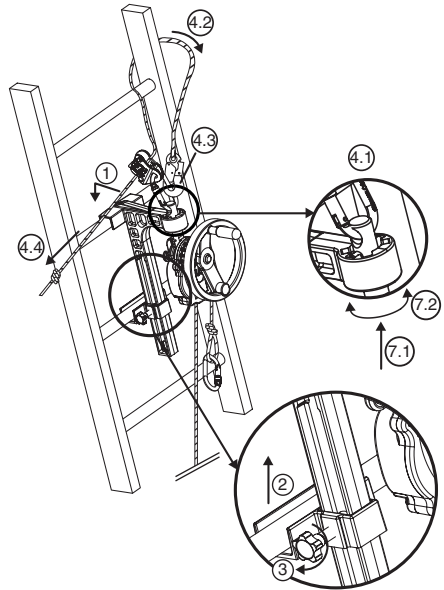

Abb. 6
### 6.3.2. Gerät Derope™ UP B (Abb.6)
1. Den großen verriegelbaren Adapter an der für die Rettung vorgesehenen Stelle über der zu rettenden Person an der Leitersprosse anbringen (Abb.6, 1).
2. Das Sicherungsgleitstück auf die Höhe der Sprosse bringen, die unmittelbar unter der Trägersprosse des großen Adapters liegt (Abb.6, 2).
3. Den Sicherungsbolzen des Gleitstücks mit Hilfe des Rändelknopfs an der Seite des Adapters festziehen (Abb.6, 3).
- Den Karabinerhaken der Einstellvorrichtung LCM 05 in der oberen Bohrung des Befestigungsbolzens befestigen (Abb.6, 4.1).
- Das Halteseil um die über dem Adapter gelegene Sprosse und um einen der Leiterholme führen (Abb.6, 4.2).
- Den Karabinerhaken des Halteseils am Karabinerhaken der Einstellvorrichtung LCM 05 befestigen (Abb.6, 4.3).
- Das Halteseil durch Ziehen am Leertrum spannen (Abb.6, 4.4).
7. Das Derope™-Gerät nach Bedarf ausrichten, indem die Position des Befestigungsbolzens in der Positionierungsvorrichtung geändert wird (Abb.6, 7.1 - 7.2).